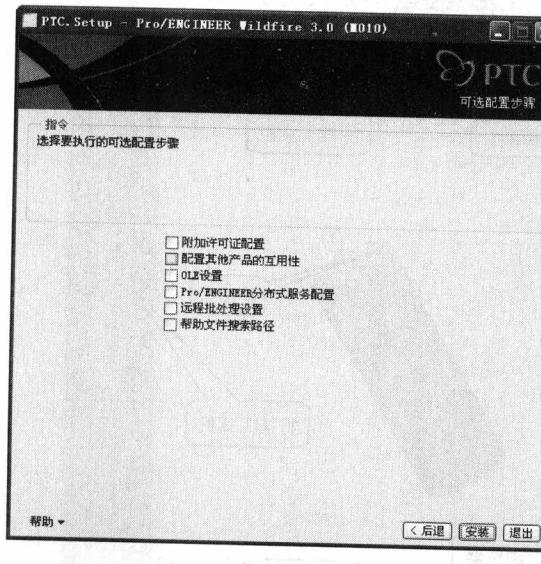

图 1-12 可选配置步骤
(9) 弹出如图 1-12 所示的【可选配置步骤】对话框，接受默认选项。